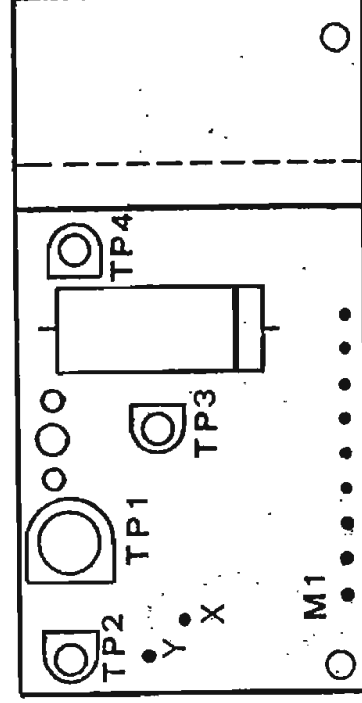

BILD 5
gemessen zwischen M 1 (—) und C 19 (+) Bild 5
gemessen zwischen M 1 (—) und B (+) Bild 5
5. Eingestellt wird diese Dreieckspannung mit TP 4. (Bild 5)
Balken gelten für 33 1/3, die unteren für 45 Umdrehungen.) Wenn das nicht der Fall ist, stellen Sie die richtige Tourenzahl mit dem TP 3 ein. (Bild 5)